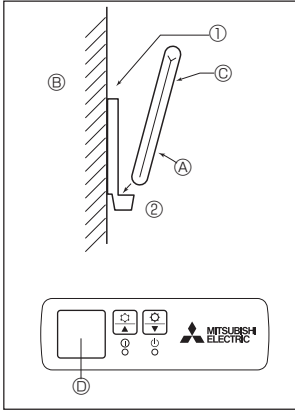
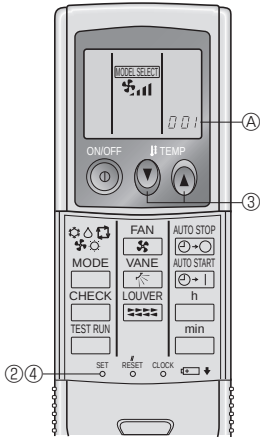

Fig. 6-2
Fig. 6-3
2) Метод установлення (Fig. 6-2)
- Пульт дистанційного керування (A) Стіна (B) Панель дисплея (C) Приймач
3) Налаштування (Fig. 6-3)
- Натискайте кнопки налаштування температури (E) (F) для встановлення номера моделі.